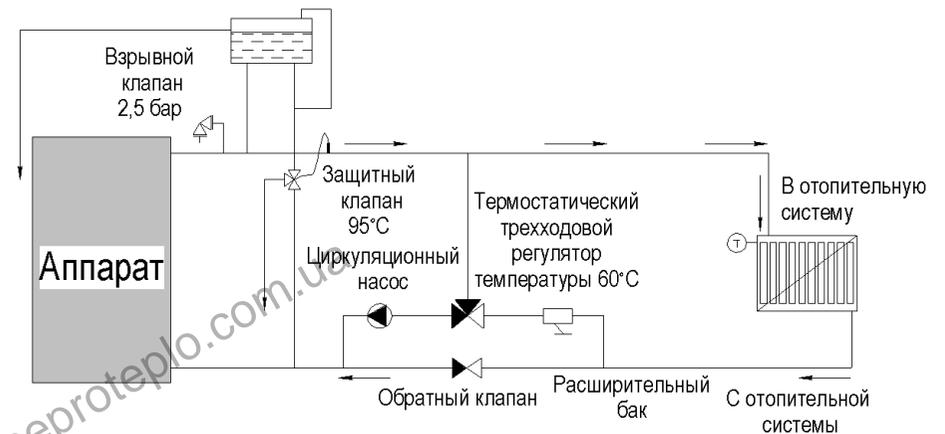
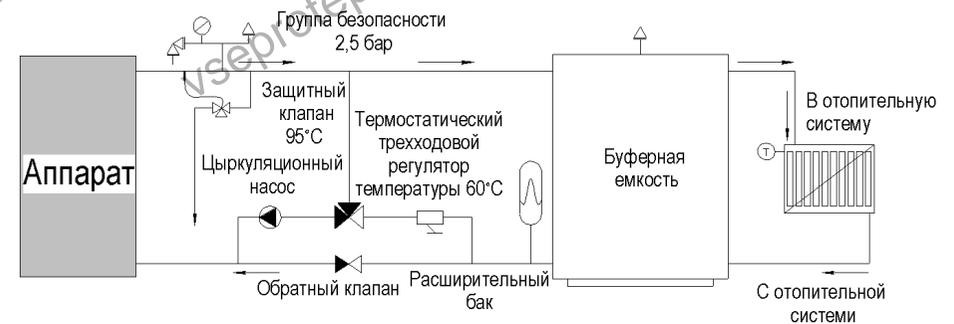

Рис. 5. Рекомендуемая схема подключения аппарата к открытой системе отопления
Рис. 6. Рекомендуемая схема подключения аппарата к закрытой системе отопления
ВНИМАНИЕ! При первом разжигании аппарата, когда вода в системе не прогрета, возможно естественное выпадение конденсата внутри аппарата. После прогрева конденсат исчезает. Для уменьшения конденсатообразования используйте одну из рекомендованных схем подключения аппарата к системе отопления (Рис.5 или Рис.6).
2.2.2.2.6 Схема присоединения аппарата к системе отопления приведена на рис.5 и рис.6.